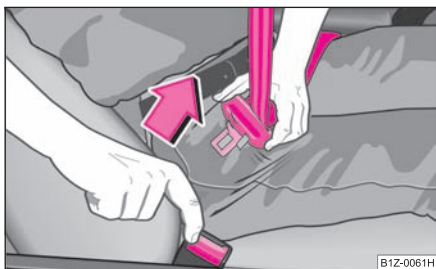

Fig. 114 Eliberarea elementului de prindere din dispozitiv
- Apăsăți tasta roșie din dispozitivul de blocare ⇒ fig. 114. Elementul de prindere va sări singur sub acțiunea unui arc.